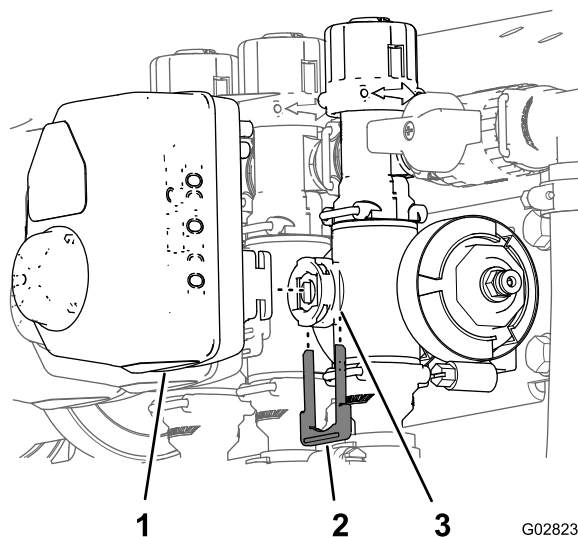

図 9
1. アクチュエータを個別ブームバルブまたは攪拌バルブ用のマニホールドバルブに固定しているリテーナを外す 図 9。